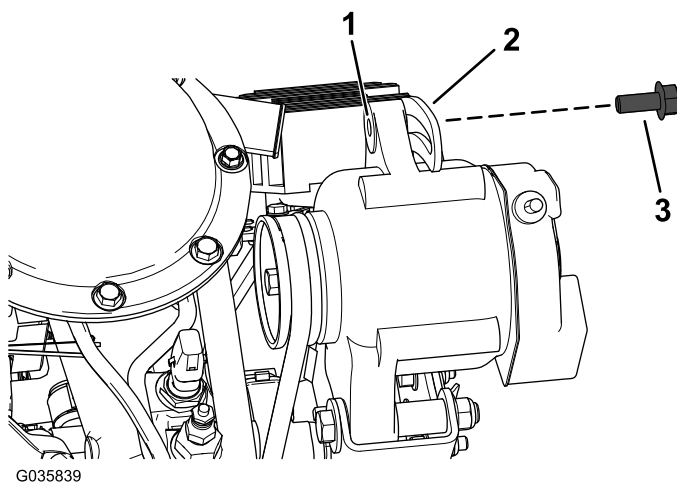

Figure 13
5. Serrez légèrement la vis à embase à tête hexagonale (M8 x 20 mm) dans la fente du support d'alternateur et le trou dans l'alternateur (Figure 13).